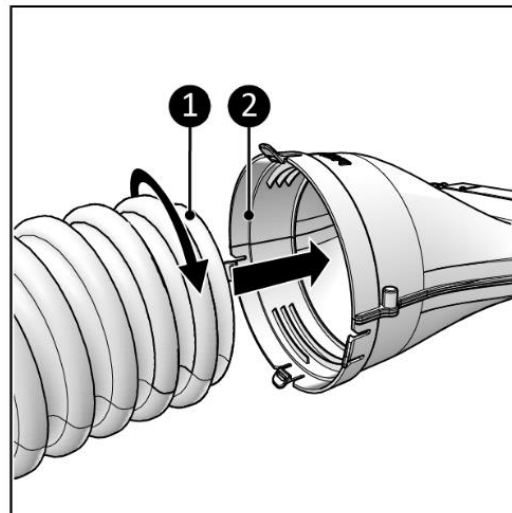

Figura 50.
- Cu sistem de rotație, pentru furtun fără guler (Figura 50, poz. 1).
1. Introduceți furtunul de aer condiționat (Figura 50, poz. 1) în corpul principal (Figura 50, articolul 2) și strângeți.